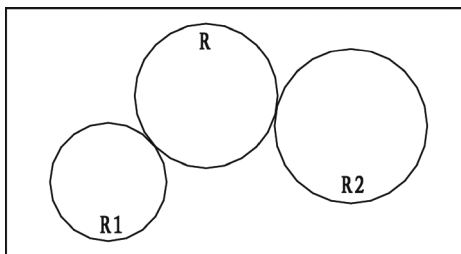
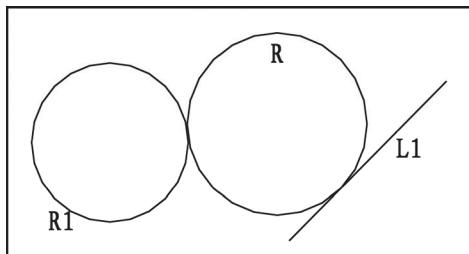

图 2-42 相切圆示例 1
图 2-43 相切圆示例 2
2) 绘制如图 2-42 和图 2-43 所示的“相切、相切、半径”图形。
① 输入“相切、相切、半径”命令，依次选取 R1、R2 对象，指定 R 半径后，完成图 2-43 的绘制。